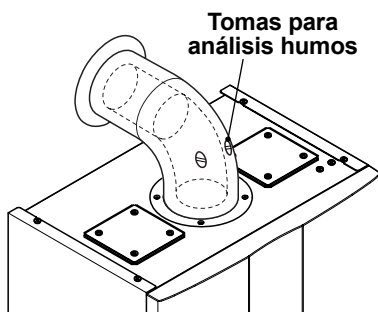

Figura 9.10
- Conecte un analizador de humos a las tomas de análisis de humos situadas en las salidas de humos de la caldera Figura 9.10 .
- Compruebe la combustión de la caldera usando las tomas ubicadas en los tubos de humos (Figura 9.10) y compare los datos medidos con los siguientes.